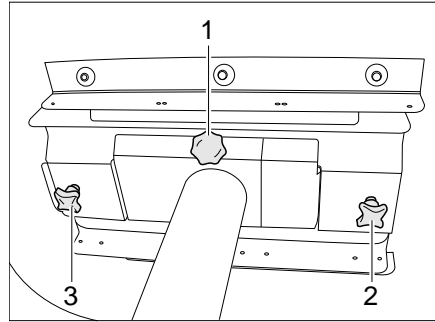

Bild 79 Fester Tisch (Ansicht von unten)
- Befestigungsschrauben (Bild 79,2 und 3) lösen.
- Befestigungsschraube (Bild 79,1) ganz herausdrehen.
- Die Rändelschrauben (Bild 79,2 und 3) lösen.